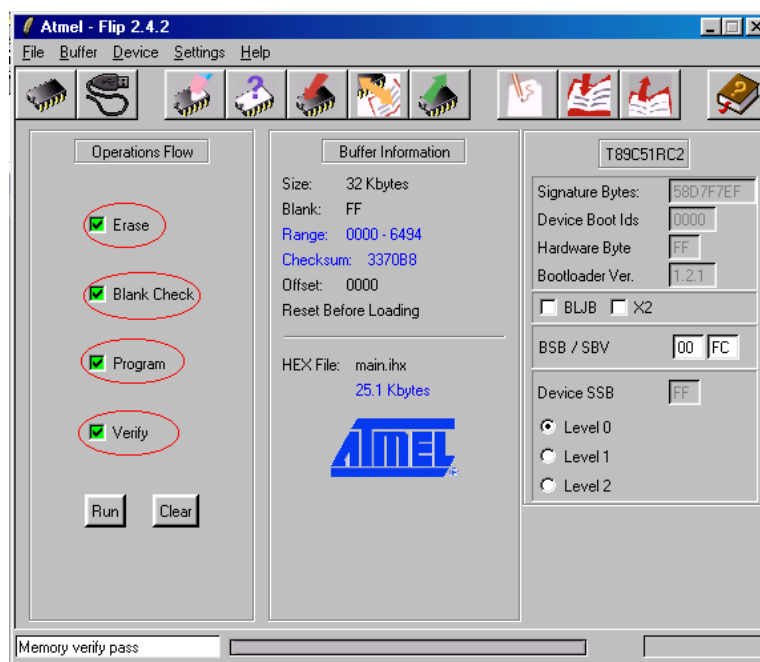

Рисунок 5.
14) Для модуля TCP/IP установите пункт **Level2** в группе **Device SSB** (рис. 5).